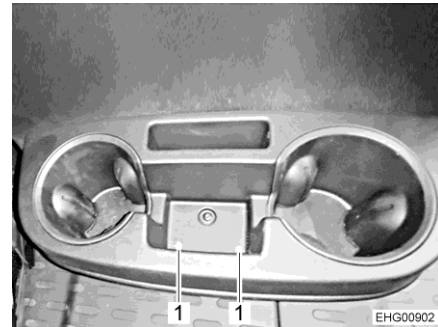

Bild 89 Befestigung Subwoofer
- Schrauben (Bild 89,1) lösen.
- Subwoofer mit den Schrauben (Bild 89,1) fixieren.